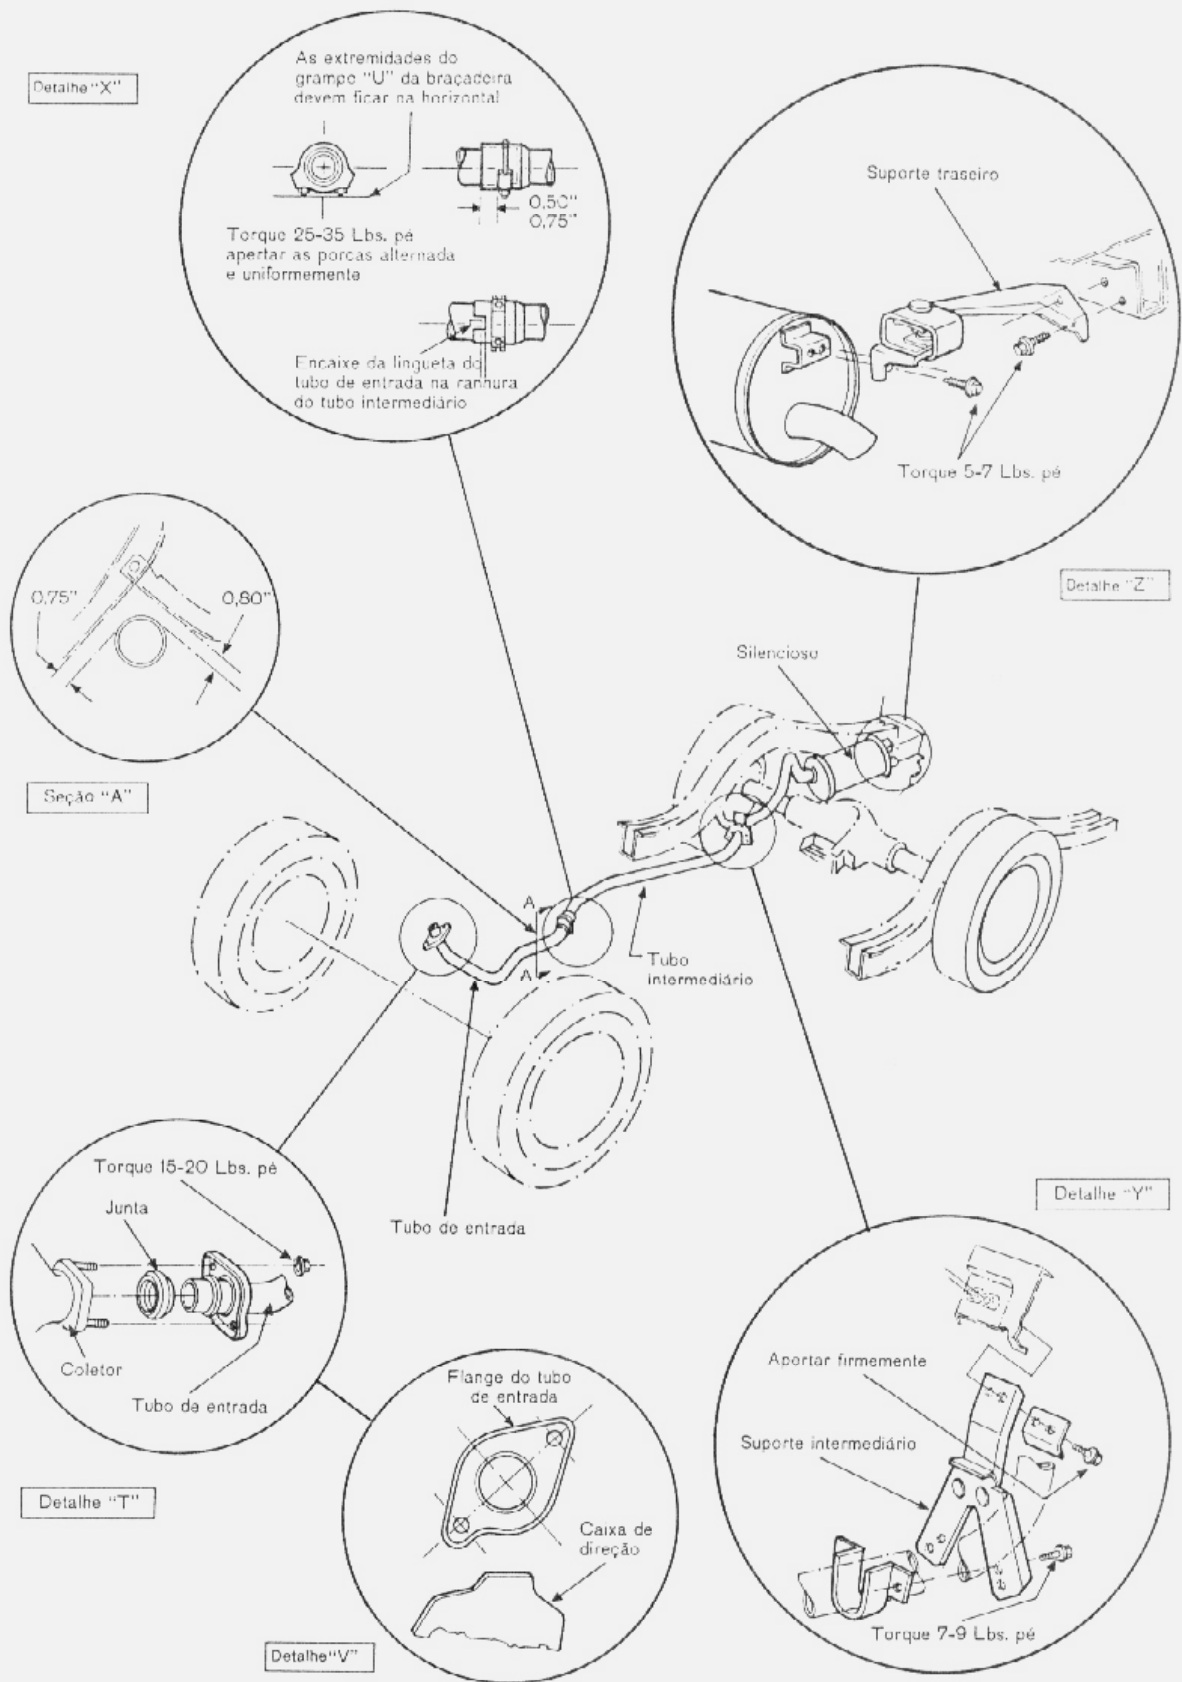

fig. 1 - sistema de escapamento - motor 6 cilindros
5. Retirar as porcas dos prisioneiros do coletor e remover o tubo de entrada (detalhe "T" da fig. 1).
2. Encaixar a parte da frente do tubo intermediário, no tubo de entrada. **Verificar se a ranhura de guia no tubo intermediário está alinhada com a lingüeta do tubo de entrada. A lingüeta deve ficar totalmente encaixada na ranhura (detalhe "X" da fig. 1).**
5. Posicionar o sistema de escapamento dentro das especificações mostradas na fig. 1.